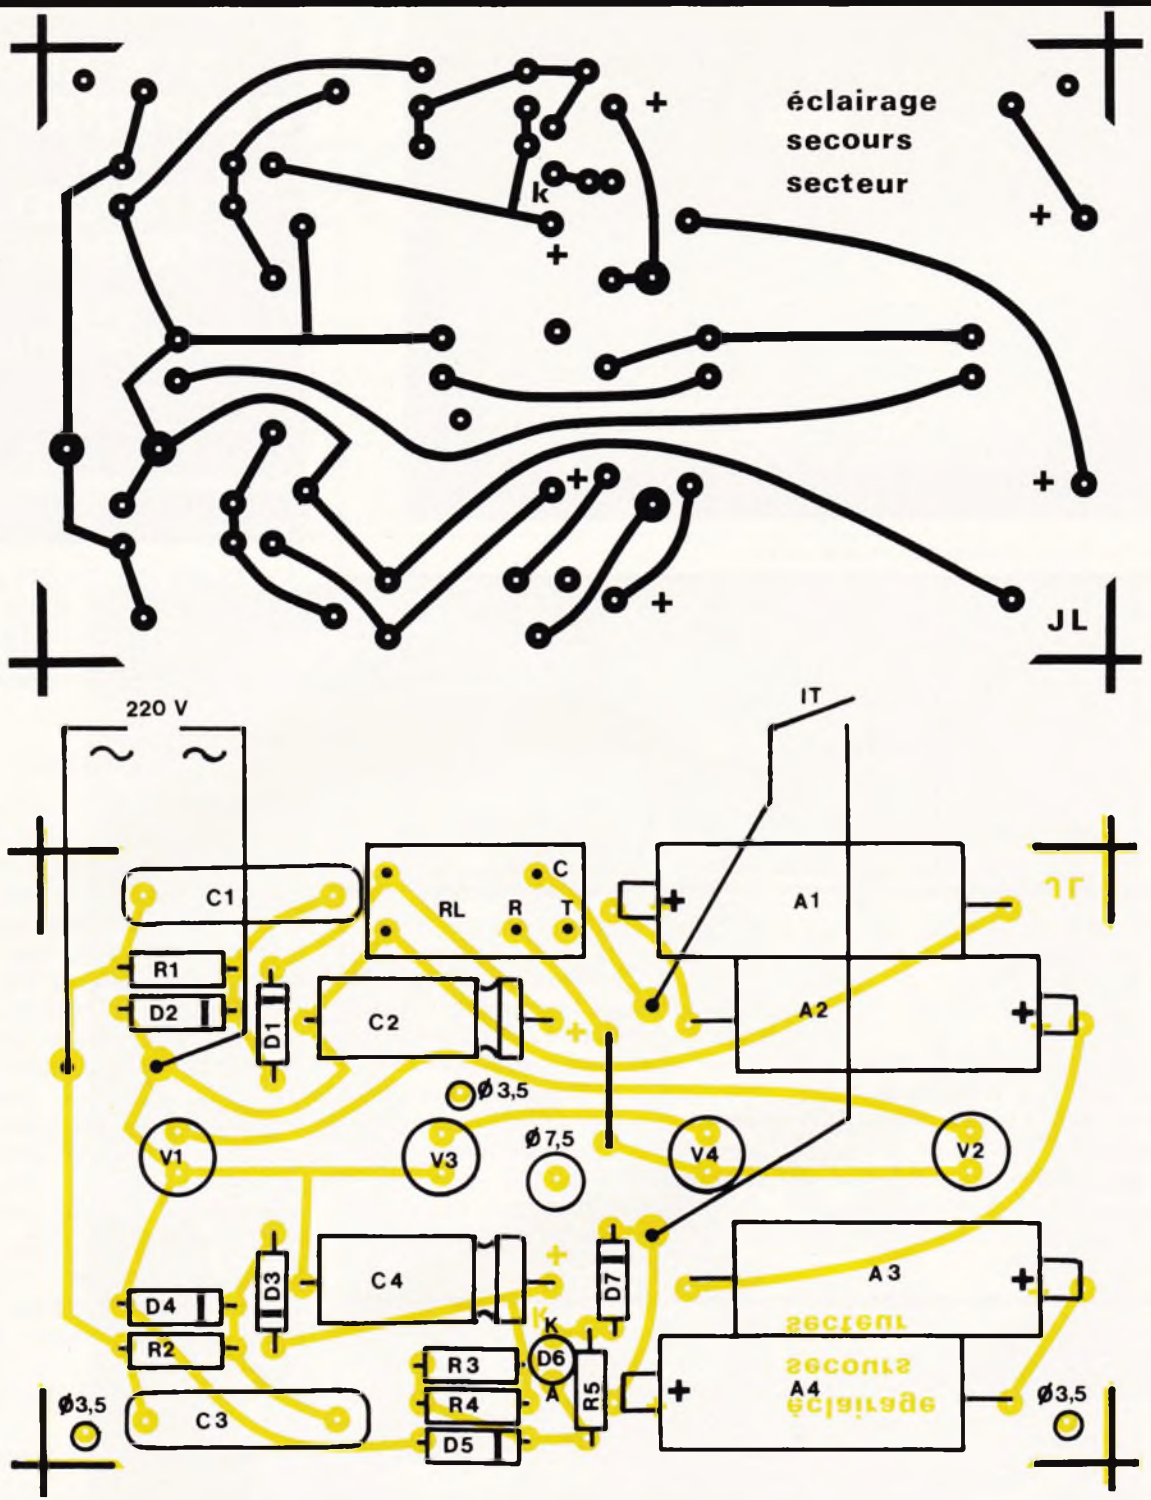

Fig. 2 Le tracé du circuit imprimé se reproduira facilement à l'aide de **Fig. 3** transfert Mécanorma.
a) Le circuit imprimé (fig. 2)